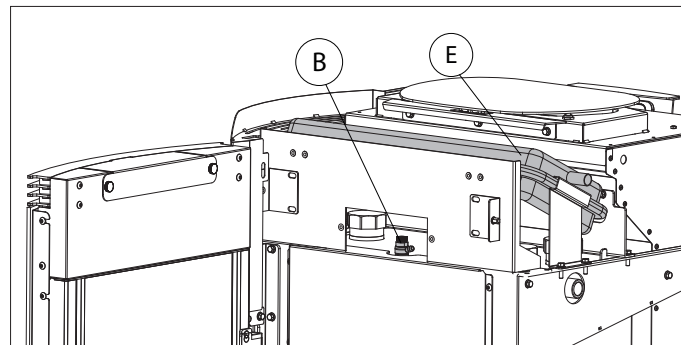

Fig. 6.3.1
6.3.1 Descripción del circuito hidráulico (Fig. 6.3.1/2)
6.3.2 Conexiones hidráulicas (Fig. 6.3.1/2)
1) Conectar un tubo de agua proveniente de acueducto al grifo de carga L, abrir la válvula de ventilación B (Fig. 6.3.1), abrir el grifo de carga M, haciendo que el agua fluya hasta que se llene completamente la estufa. Cerrar la válvula de ventilación y esperar que se alcance la presión mínima de ejercicio (1 bar), que se puede comprobar con el manómetro presente en la estufa.
Después, abrir la válvula de ventilación B (Fig. 6.3.1), abrir el grifo de by-pass presente en la válvula anticondensación N, haciendo que el agua fluya desde la instalación hasta que se llene completamente la estufa. Cerrar la válvula de ventilación y esperar que se alcance la presión mínima de ejercicio (1 bar), que se puede comprobar con el manómetro presente en la estufa.